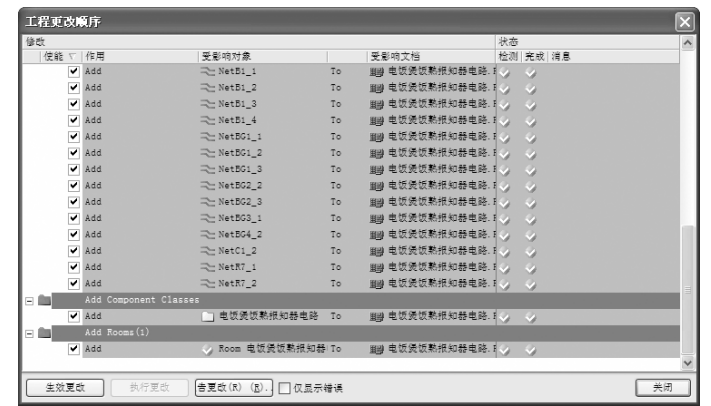

图 8-32 添加元器件封装
5) 单击 **执行更改** 按钮，检查所有改变是否正确，若所有的项目后面都出现两个  标志，则项目转换成功，将元器件封装添加到 PCB 文件中，如图 8-32 所示。